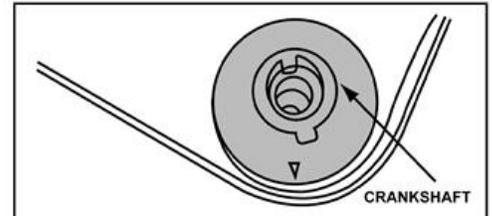

Fig. 2: Alineación de las marcas de tiempo del cigüeñal
6. Instalar el perno de la polea del cigüeñal. Usando el perno de la polea del cigüeñal, girar el cigüeñal en el sentido de las agujas del reloj hasta que la marca de tiempo en el engrane del cigüeñal coincida con la muesca en la parte baja de la cubierta trasera de la banda de tiempo. Vea la Fig. 2.